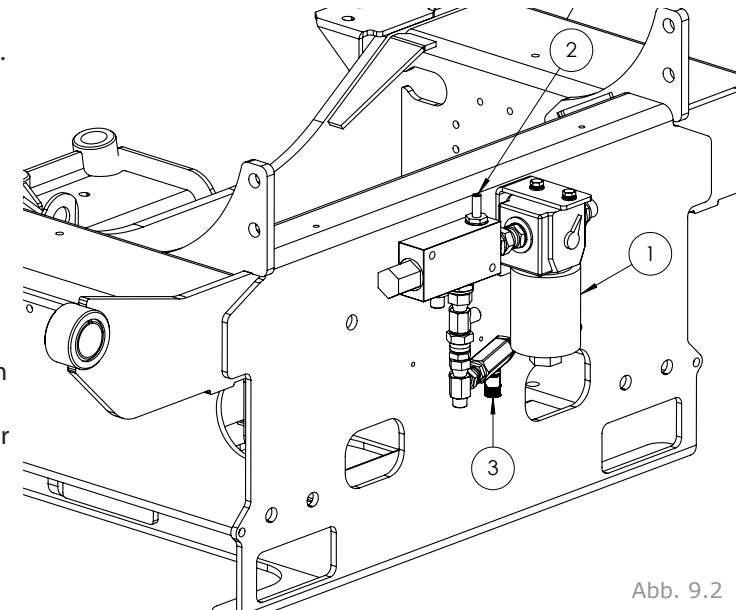

Abb. 9.2
Die Walzengeschwindigkeit kann durch drehen der Ventileinstellung des Ventils (3) direkt unter der dem Steuerventil für die Wickelarmdrehzahl eingestellt werden (Drehung im Uhrzeigersinn erhöht die Drehzahl) (siehe Abb. 9.2).